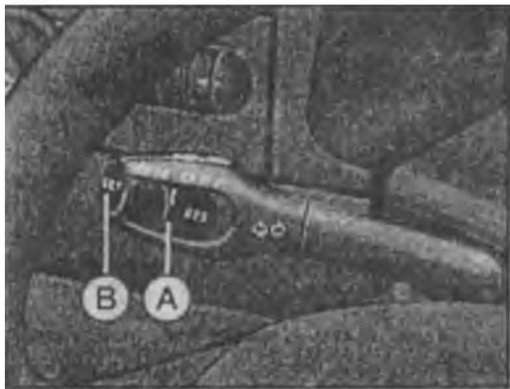

Рис. 1.22 Клавиши управления темпоматом
Управление темпоматом осуществляется скользящим переключателем (A) и нажимной клавишей (B), расположенными на подрулевом переключателе указателей поворота и света фар (см. рис. 1.22).